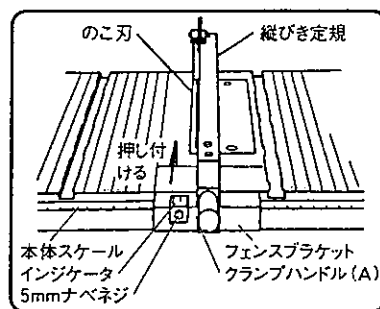

図16
③ フェンスブラケットをテーブルの矢印方向に押し付けながら縦びき定規を移動し、のこ刃と密着させます。（図16参照）
④ 縦びき定規をのこ刃に密着させた状態でクランプハンドル (A) を右にまわして締付けます。
⑤ フェンスブラケットにインジケータを取付けている5mmナベネジを手持ちの⊕ドライバーでゆるめます。